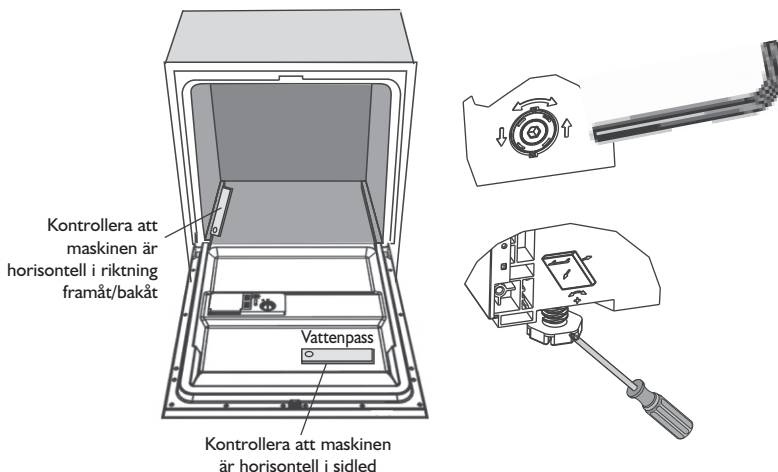

Fig. 5
- B. Arbetsyta av marmor eller granit: Böj den högra (vänstra) monteringskroken till rätt vinkel och sätt den i det högra (vänstra) avlånga hålet på sidoplanet och fäst den i arbetsytan med träskruvarna (Bild 5).